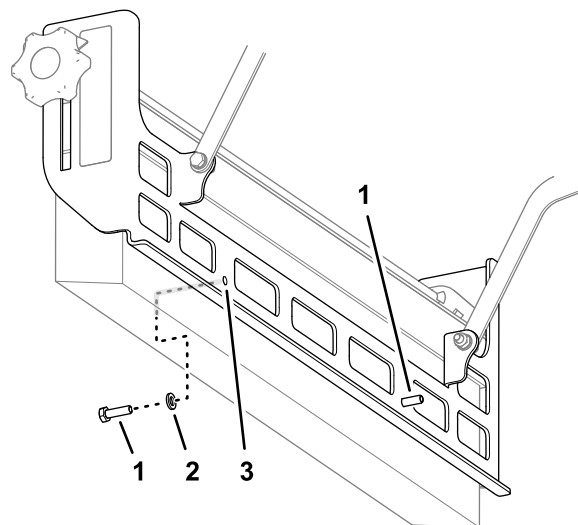

Figura 10
1. Inserite un bullone senza dado (6 x 20 mm) e una rondella (6 mm) nel foro del supporto spazzola (Figura 10).
2. Inserite l'altro bullone senza dado (6 x 20 mm) e la rondella (6 mm) nell'altro foro del supporto spazzola (Figura 10).